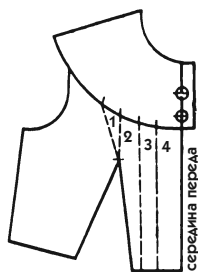

Рис. 547
1. Наметьте положение кокетки и складок, линию полузаноса и расположение пуговиц (рис. 547).
2. Если для данной кокетки вы выбираете глубину каждой складки в среднем 2,5—3 см, то величина распах базовой вытачки позволяет заложить только 1—2 складки. Разделите лекало на соответствующее число полосок и пронумеруйте их (рис. 547).